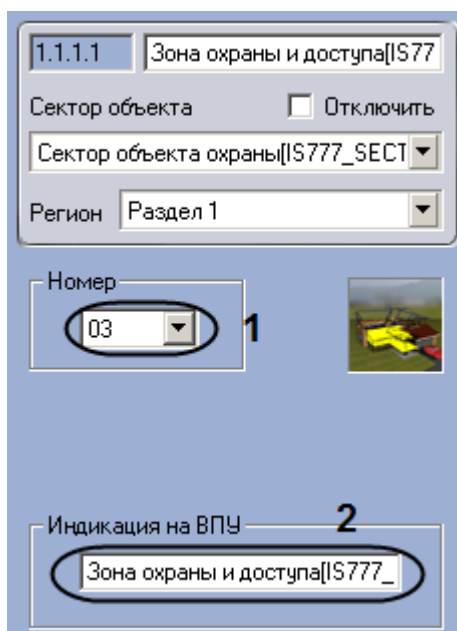

Рис. 3.2—2. Настройка зоны охраны и доступа
2. Выбрать из раскрывающегося списка **Номер** аппаратный адрес зоны охраны и доступа (см. Рис. 3.2—2, 1).
3. Ввести в поле **Индикация на ВПУ** имя, которое зона будет иметь на дисплее ВПУ (см. Рис. 3.2—2, 2).